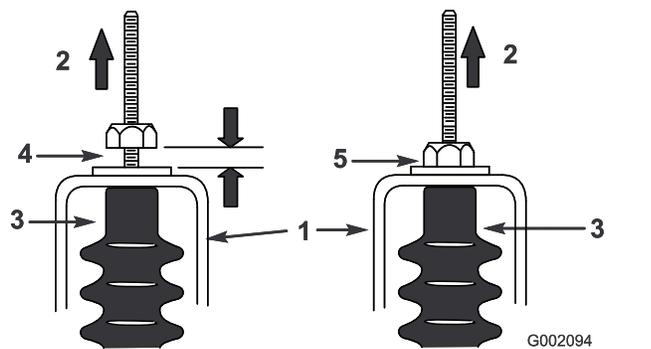

図 59
5. それぞれのシフトケーブルを引っ張って、ナットワッシャとニュートラルブラケットとの間に 0.76-1.52 mm のすきまがあることを確認する 図 59。